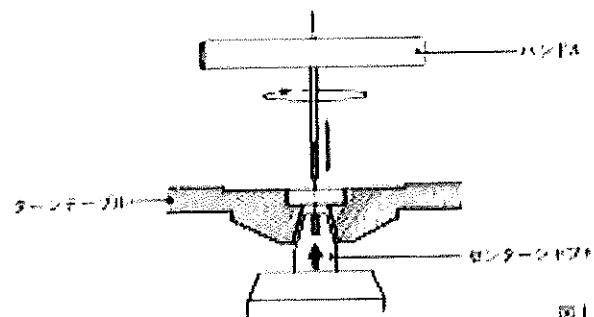

図1
- 一本のハンドルをセンターフラットにねじ込み、上用引手(ハンドル)を上上げてターンテーブルをセンターフラットのナットで固定します。(図1)